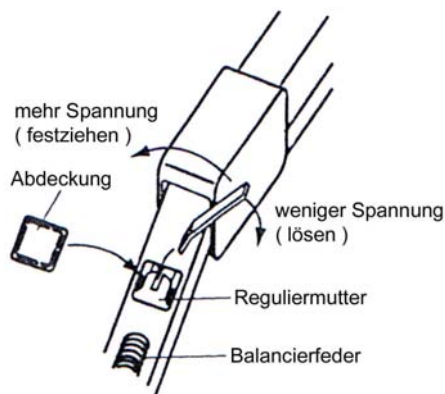

Abbildung 27
2. Falls der Balancierarm in eine höhere oder niedrigere Position als die eingestellte gleitet, entfernen Sie die Federregulierkappen und regulieren Sie die Balancierarmfedern mit dem beiliegenden Schraubenschlüssel. (ABBILDUNG 27)